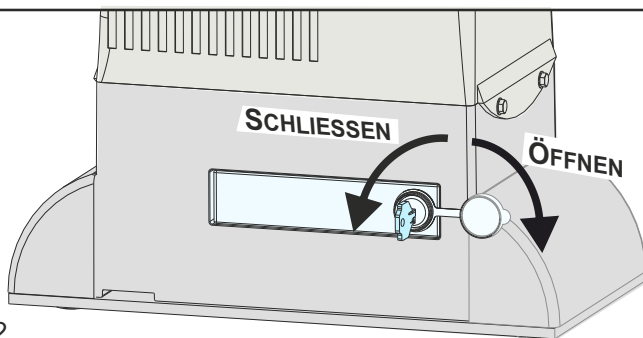

Abb. 32
- Die Schutzklappe des Schlosses öffnen, den Schlüssel einführen und um 90° im Uhrzeigersinn drehen (Abb. 32)